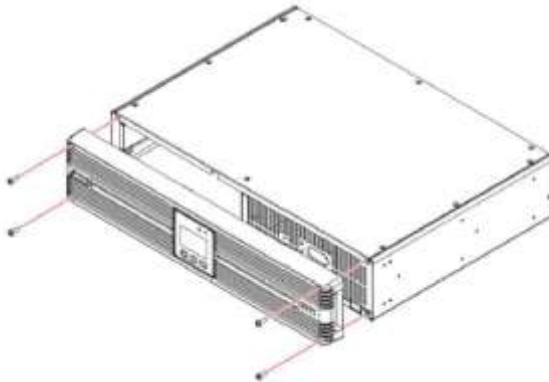

Рисунок 3-5: Снятие передней пластиковой панели
1. Снимите четыре винта с передней пластиковой панели. См. **Рисунок 3-5.**